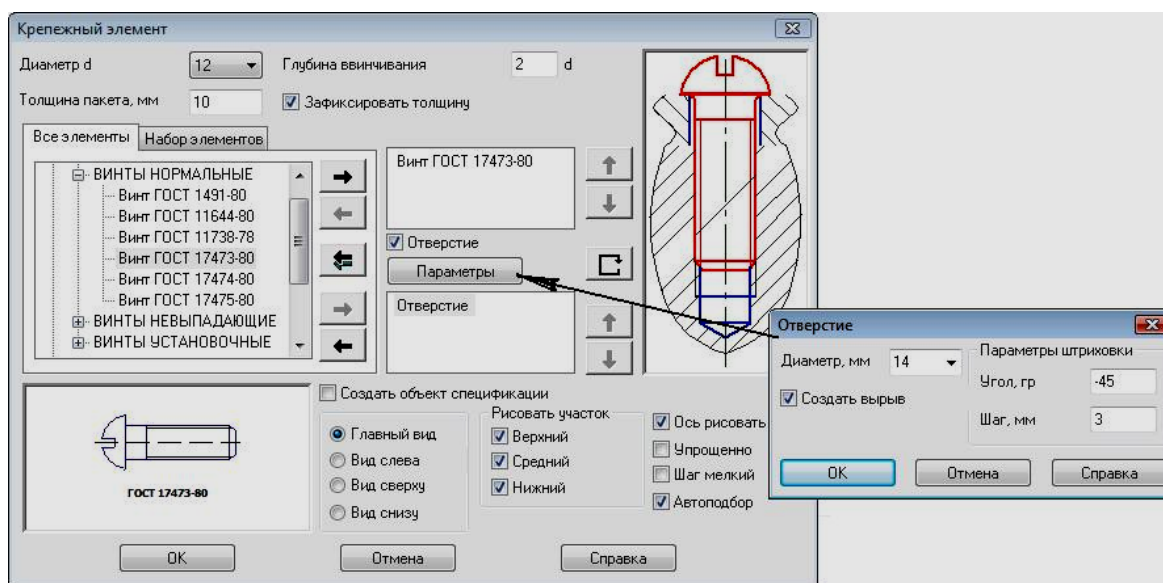

Рис. 3.16. Окно «Крепежный элемент» Конструкторской библиотеки
- В открывшемся окне «Крепежные элементы» (рис. 3.16) в окне *Диаметр d* и *Толщина пакета* (включите флажок *Зафиксировать толщину*) укажите заданные параметры диаметра стержня винта и толщины присоединяемой детали.